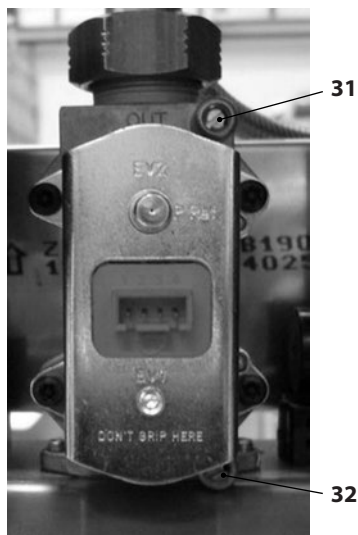

Figura 7.1
A caldaia spenta (fuori servizio), controllare la pressione di alimentazione utilizzando la presa 32 in Figura 7.1 e confrontare il valore letto con quelli riportati nella tabella Pressioni di alimentazione gas nella sezione "Dati tecnici M296G.24SV" a pag. 24.
• Richiudere bene la presa di pressione 32 in Figura 7.1.
• Aprire la presa di pressione 31 in Figura 7.1 e collegare un manometro.